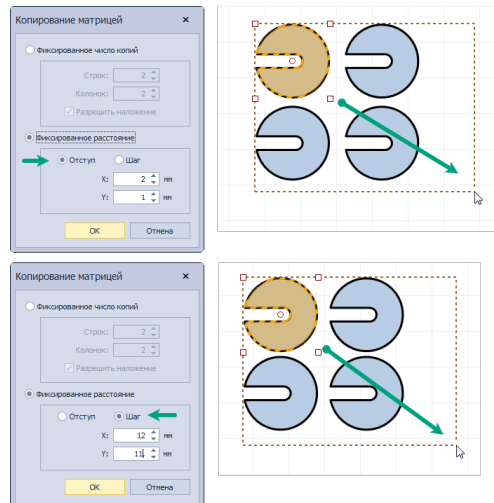

Рис. 381 Фиксированное расстояние.
- Фиксированное расстояние, см. Рис. 381.